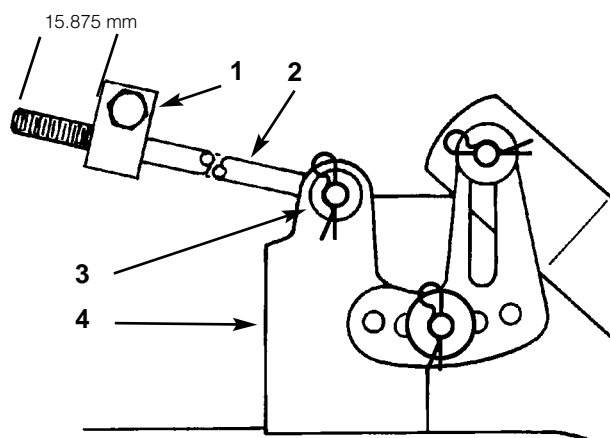

**Figure 50**
5. Contrôler l'inclinaison avant/arrière en mesurant la distance entre la base de la tondeuse (centre avant et centre arrière) et la surface plane (Fig.50). Si